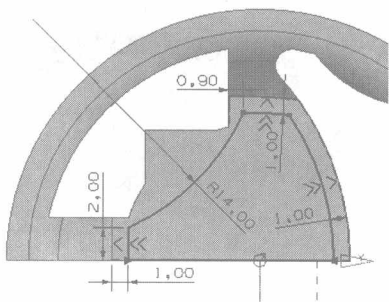
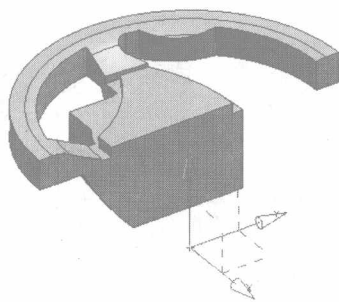

图1-19
图1-20
- (1) 在菜单栏中选取【插入】/【设计特征】/【设计特征】命令，弹出【拉伸】对话框，激活【草图截面】，弹出【创建草图】对话框。
- (2) 设置类型为【在平面上】方式，选取上一步创建拉伸特征的实体面作为草绘的平面，单击 **确定** 按钮进入草图，绘制图 1-19 所示的图形。
- (3) 在【草图生成器】工具条中单击 **完成草图** 按钮，退出草绘界面，返回【拉伸】对话框。
- (4) 在【限制】栏中设置拉伸的距离为“1”。
- (5) 在【布尔】栏中设置布尔的方式为【求和】，单击 **确定** 按钮创建拉伸特征，如图 1-20 所示。